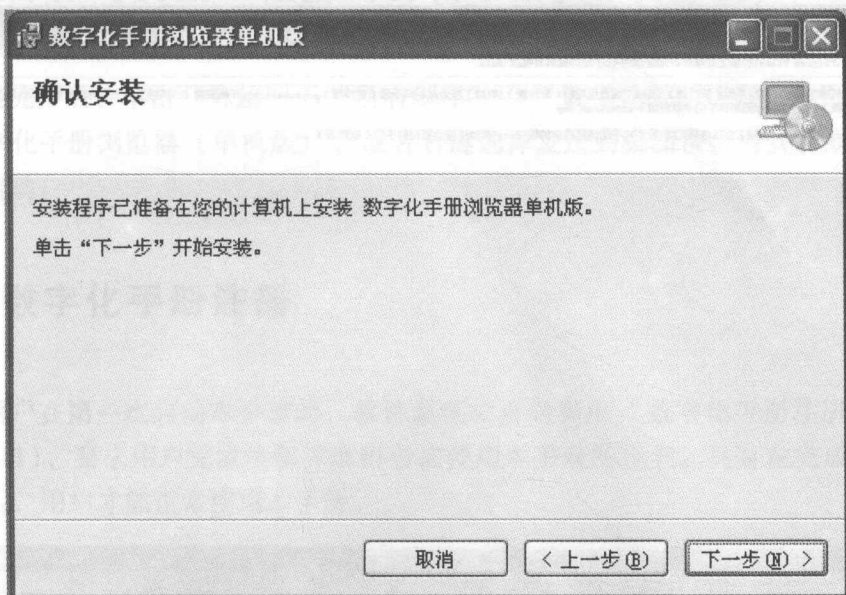

图 1-7 “确认安装”窗口
6) 在图 1-7 所示的“确认安装”窗口中,用户可单击“上一步”按钮返回上一步骤重新调整安装文件夹,或单击“下一步”按钮开始安装。